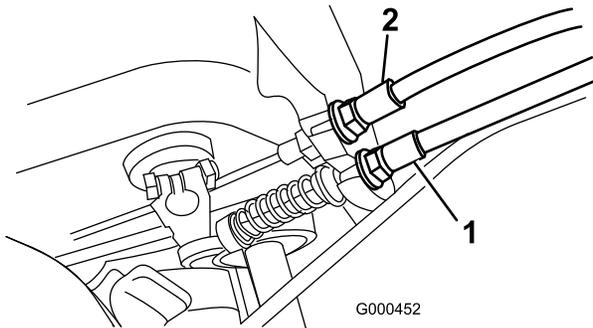

図 49
2. 走行ケーブルの前ジャム・ナットをゆるめ、後ジャム・ナット（図 49）を締めてケーブルの張りを出し、4.5～6.0 kgの力で走行コントロールがつかないようにする。